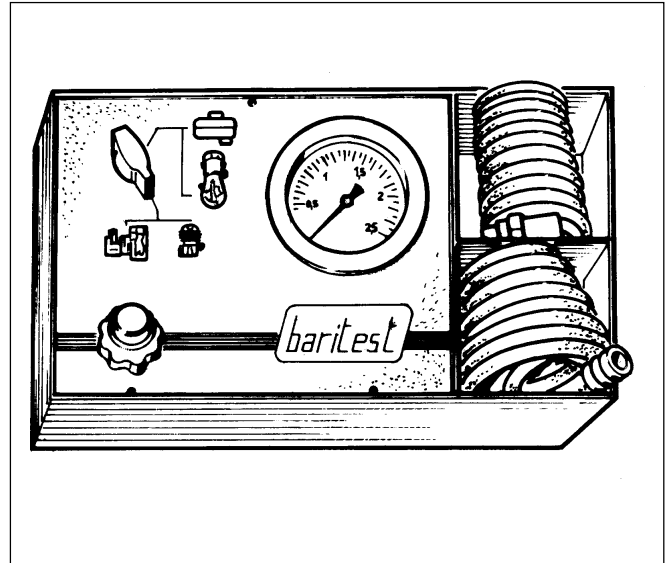

Fig. 4
**NOTA** - Avec un testeur de compression, il est possible de repérer facilement les défauts en quelques minutes (fig. 4).
### (Fig. 4) - TESTEUR DE COMPRESSION